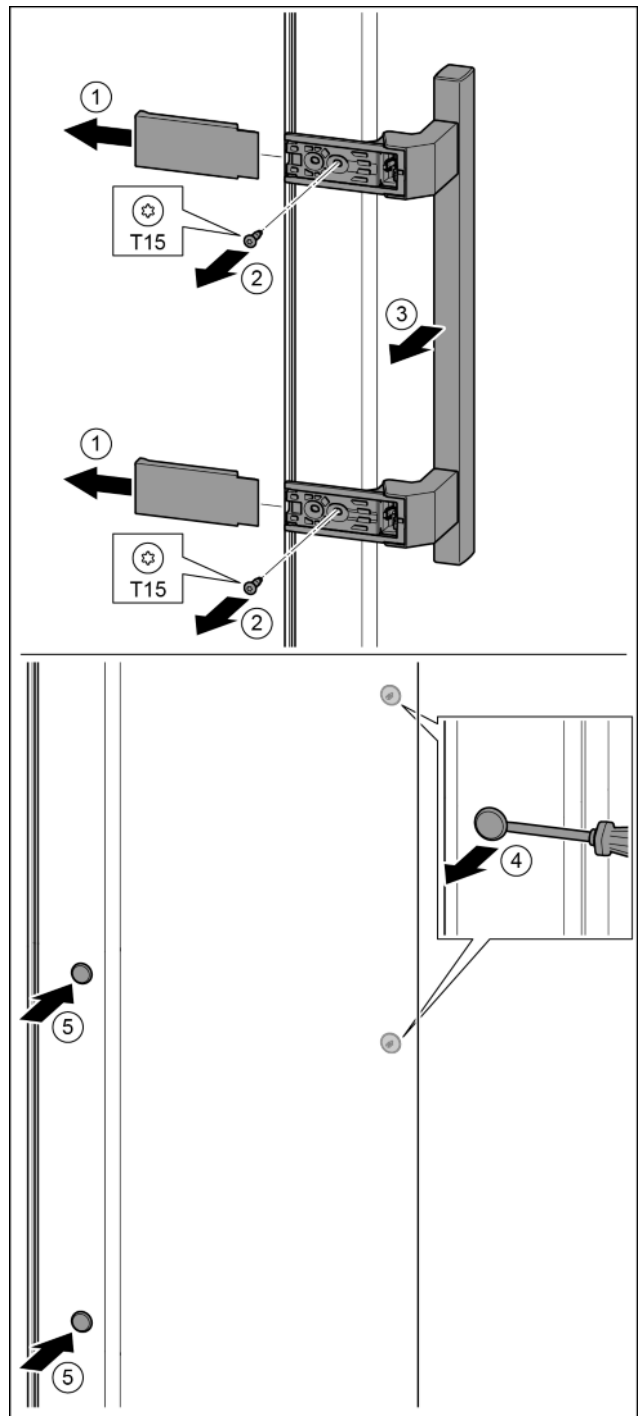

Fig. 21
- ▶ Свалете капака. Fig. 21 (1)
- ▶ С отвертка T15 отвийте винтовете. Fig. 21 (2)
- ▶ Свалете дръжката. Fig. 21 (3)
- ▶ С плоска отвертка внимателно повдигнете страничната тапа и я извадете. Fig. 21 (4)
- ▶ Отново поставете тапата от другата страна. Fig. 21 (5)